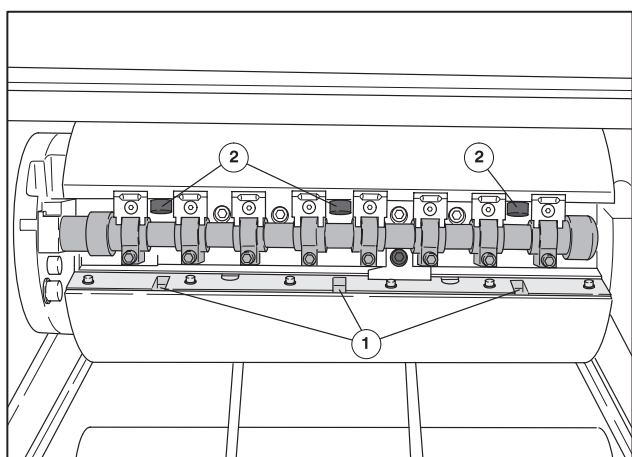

Рис. 4 Зажим передней кромки рубашки
- 12 Гаечный ключ ввести в пазы (Рис. 4/①) задней зажимной планки и прижать к нижнему краю вала захватов. Доступ к передним натяжным болтам (Рис. 4/②) сейчас открыт.